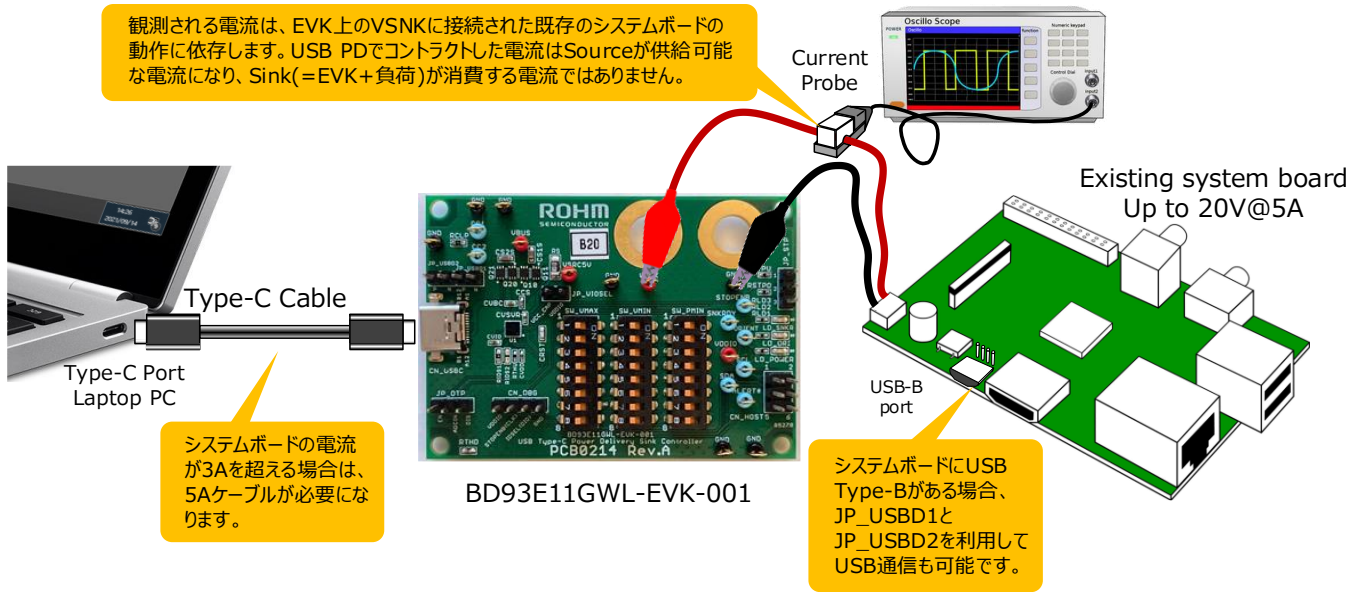

Figure 6. EVK を介して既存基板への電源供給の接続例
4. 既存基板を接続して評価を行う場合は Figure 6 の様に EVK と既存基板をあらかじめ接続してください。